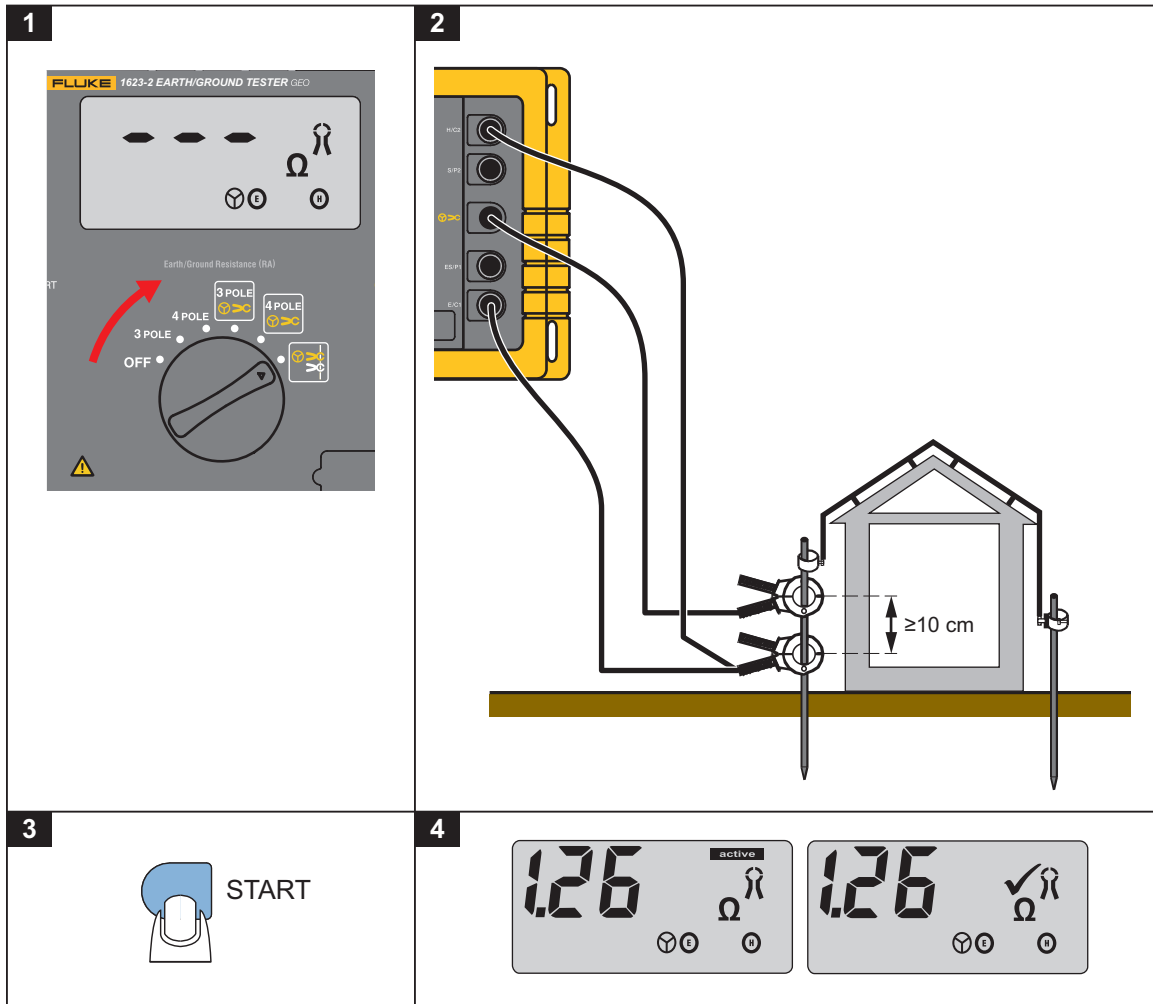

Figura 8. Medición del bucle de tierra sin estaca
1. Seleccione . Consulte la Figura 8.